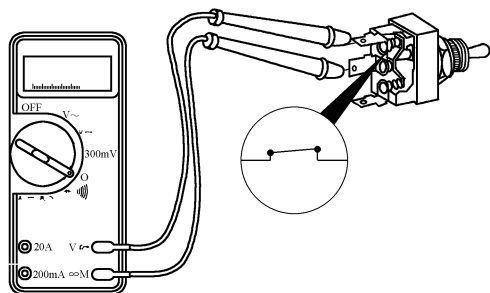

图 5-83 开关在 1 位置, 测量闭路电阻
② 将制动开关置于 1 号位置, 测量中间端子与上部端子、中间端子与底部端子的电阻, 应显示闭路(图 5-83), 电阻小于 10Ω 。如果电路不是闭路, 或顶部端子与底部端子导通, 说明此开关存在故障, 应当进行维修。